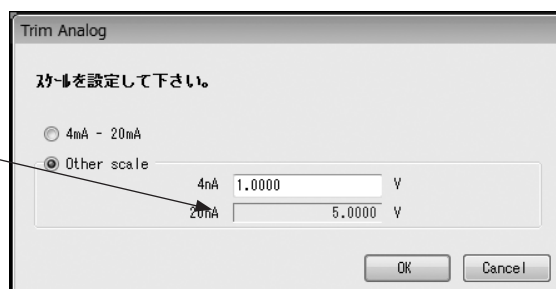

図3-73
- ⑦ 調整を途中で止める場合は「Cancel」ボタンをクリックし、以後のメッセージに従ってください。
- ⑧ 図3-69 のウィンドウにて「Other scale」を選択した場合、図3-73 のようにその他のスケール入力が可能です。上段（4mA 側）に4mA の出力に相当するアナログ値（ここでは1V）を入力すると、それに対応した値が自動的に下段（20mA 側）に入力されます。